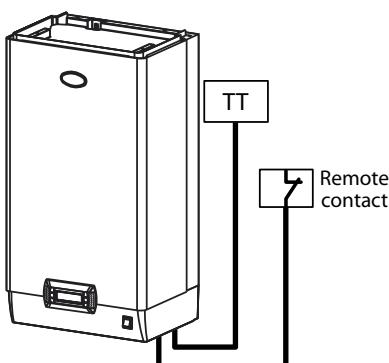

Рис. 4.x
Контроллер имеет отдельную встроенную микросхему регулирования температуры, и к нему можно подсоединять датчик температуры (TT), см. Рис. 4.g. Производительность увлажнителя полностью регулируется по показаниям датчика, измеряющего температуру внутри контролируемого объема.